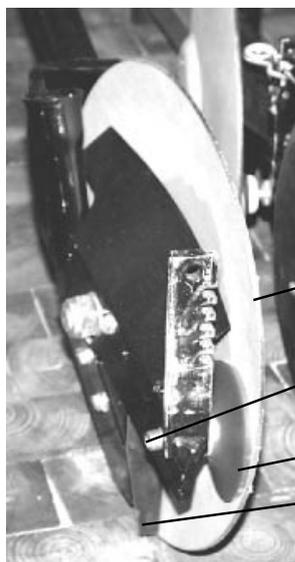

Abb.: 35
**Soc à plateau unique** (fig. 35) – avantageux en présence de résidus organiques à tige longue.